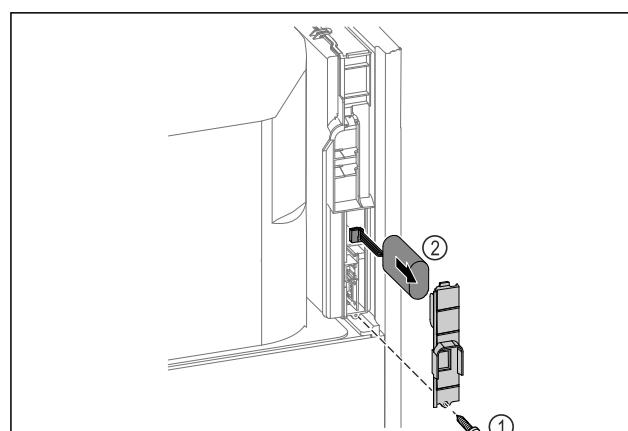

Fig. 255
- Развийте винта и свалете капака на гърба на уреда Fig. 255 (1).
- Изключете и извадете батерията Fig. 255 (2).